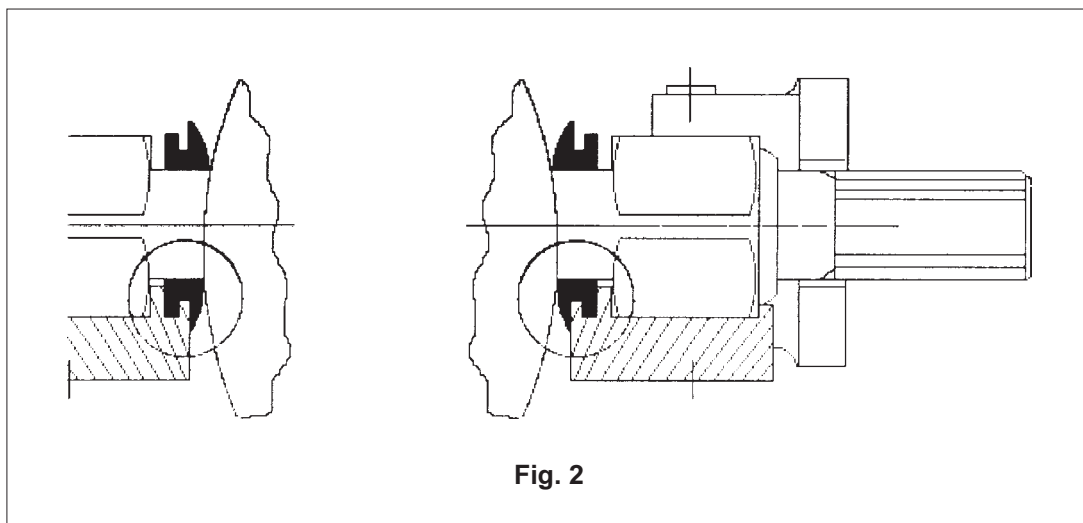

Fig. 2
- Montare l'attuatore (**AP**) sulla valvola con l'aiuto delle viti (**B**) forniti e di una chiave 13. Accertarsi che l'asse (**X**) dell'attuatore (fig. 2) sia in posizione verticale (fig. 1).
**Eeguire le seguenti operazioni:** (vedi Fig. 1 e Fig. 2):
| <ul style="list-style-type: none"> <li>- Loosen bolts (6) and (10) and remove them. Do not lose nuts (9).</li> <li>- Separate semi-bodies (item (3) and (8) with V1IFS, twice item (3) with V2FS).</li> <li>- Separate valve disc along with seal and hexagonal bushes from the valve body.</li> <li>- Remove hexagonal bushes (7) from disc shaft.</li> <li>- Remove disc seal (1) from the two shaft ends.</li> <li>- Fit new seal on the two shaft ends. Ensure seal does not get damaged.</li> <li>- Slide the two hexagonal bushes (7) over the shaft ends.</li> <li>- Introduce drive shaft into the bore of the actuator support bracket. Ensure correct fit of the two hexagonal bushes (see fig. 2).</li> </ul> | <ul style="list-style-type: none"> <li>- Schrauben (6) und (10) lуsen. Dabei Muttern (9) nicht verlieren.</li> <li>- Klappenhdlfen voneinander trennen (Pos. (3) und (8) bei V1 FS, 2 x Pos. (3) bei V2FS).</li> <li>- Klappenteller samt Dichtmanschette und Sechskantbuchsen vom Rahmen trennen.</li> <li>- Sechskantbuchsen (7) von den Wellenenden abziehen.</li> <li>- Dichtmanschette (1) zuerst vom einen, dann vom anderen Wellenende lуsen.</li> <li>- Neue Dichtmanschette zuerst ьber das eine, dann ьber das andere Wellenende ziehen. Dabei darauf achten, daЯ die Manschette nicht beschdдigt wird.</li> <li>- Die zwei Sechskantbuchsen (7) auf die beiden Wellenenden schieben.</li> <li>- Die Antriebswelle durch die Halterungsbohrung fьhren und auf den korrekten Sitz der zwei Sechskantbuchsen achten (siehe Abb. 2).</li> </ul> | <ul style="list-style-type: none"> <li>- Отвернуть винты (6) и (10). При этом не потерять гайки (9).</li> <li>- Разделить половины клапана (поз. (3) и (8) при V1FS, 2 x поз. (3) при V2FS).</li> <li>- Отосоединить от корпуса тарелку клапана вместе с уплотнительной манжетой и шестигранными втулками.</li> <li>- Снять шестигранные втулки (7) с концов вала.</li> <li>- Снять уплотнительную манжету (1) сначала с одного конца вала, а затем с другого конца.</li> <li>- Надеть новую уплотнительную манжету сначала через один конец вала, затем через другой конец. При этом следить за тем, чтобы манжета не была повреждена.</li> <li>- Насадить две шестигранные втулки (7) на оба конца вала.</li> <li>- Продеть приводной вал через удерживающее отверстие, при этом следить за правильной посадкой двух шестигранных втулок (смотри рис. 2).</li> </ul> | <ul style="list-style-type: none"> <li>- Svitare le viti "6" e "10" facendo attenzione a non perdere i dadi "T"</li> <li>- separare i due semicorpi ("W e T" per V1 FS, "3" per V2FS)</li> <li>- sollevare e sfilare il disco con la guarnizione e le boccole esagonali</li> <li>- sfilare le boccole esagonali "7" dai perni del disco</li> <li>- estrarre la guarnizione "T" dai perni del disco prima da una parte poi dall'altra.</li> <li>- inserire la nuova guarnizione sui perni del disco facendo attenzione a non danneggiarla.</li> <li>- infilare le boccole esagonali "7" nella staffa il perno di comando ed appoggiare le boccole esagonali e la guarnizione del disco nelle relative sedi del semicorpo inferiore (fig.2).</li> </ul> |